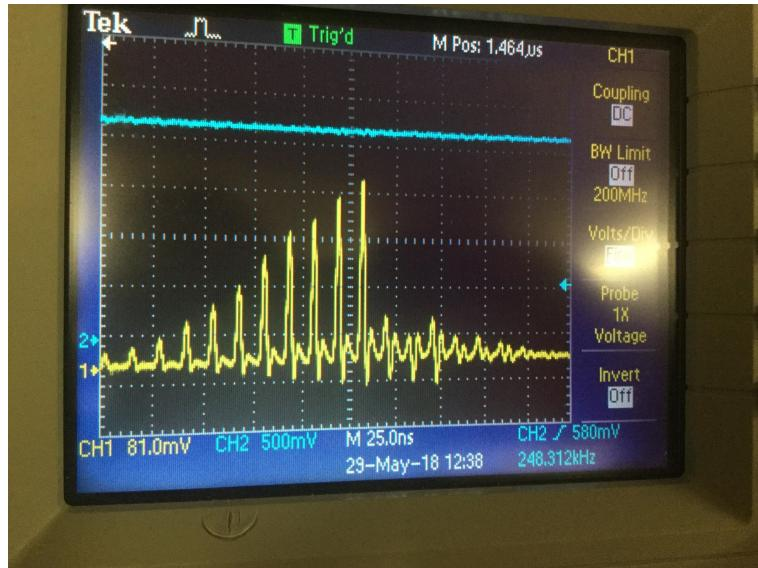

Figure 7 – Signal du laser à l'oscilloscope
7. Sur l'*oscilloscope*, vérifier que le signal a une forme semblable à ce qui est montré à la figure 7. Les chiffres ne sont pas importants.